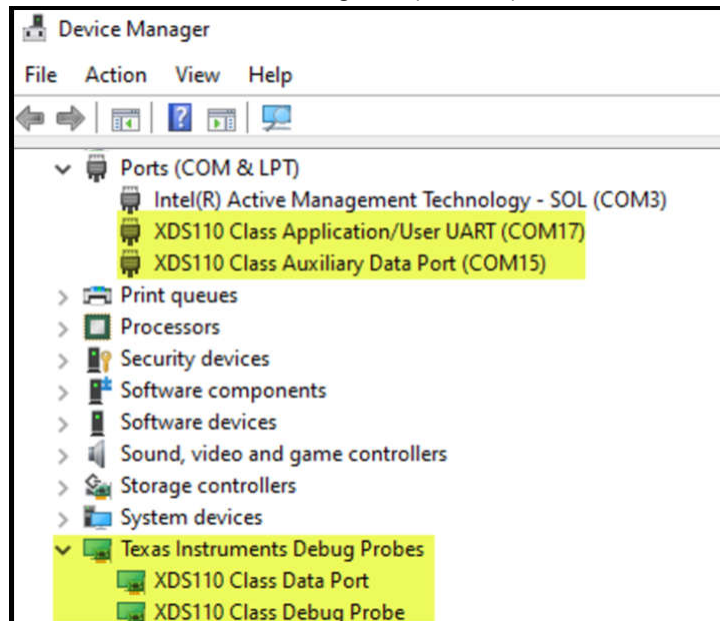

图 9-1. Microsoft® Windows® 10 设备管理器显示成功检测到 XDS110 调试探针
5. **出现在设备管理器中**：为了让 JTAG 调试探针与 PC 通信，需要安装驱动程序文件。这通常与安装 Code Composer Studio (CCS) 同时发生。要验证驱动程序是否已成功安装，请将 PC 连接到 JTAG 调试探针并开机。然后转至“Control Panel”→“Device Manager”（图 9-1）并找到相关的调试探针。